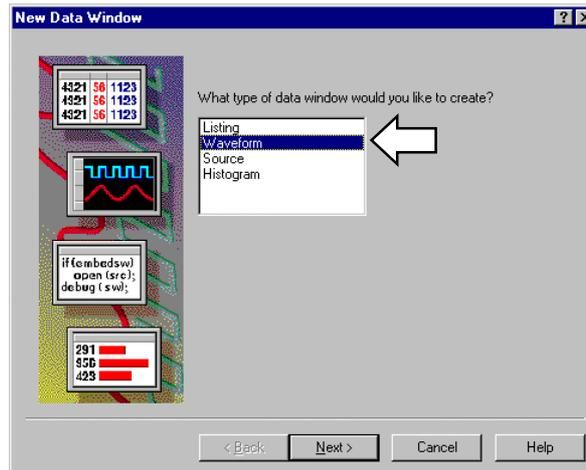

図 3-8 : [New Data Window]ウィザードの最初の画面
1. メニューバーの[Window]ウィンドウから、あるいはツールバーの<New Data Window> ボタンをクリックし、図 3-8 の[New Data Window]ウィザードを起動します。